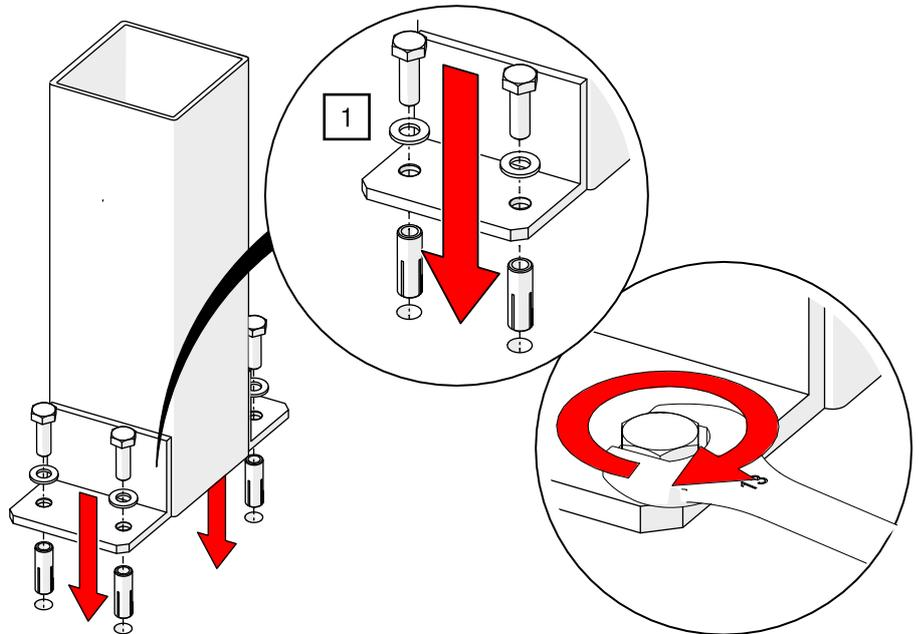

Abb. 128: Gegenspannrolle mit Kontergewicht – Führungskorb verschrauben
1. Verschrauben Sie den Führungskorb des Gewichts genau vertikal unterhalb des Seilabgangs der Schiene am Boden mit dem Untergrund entsprechendem Montagematerial (Montage entsprechend Herstellerangaben; Beispiel Beton / Estrich – siehe Abb. 128).